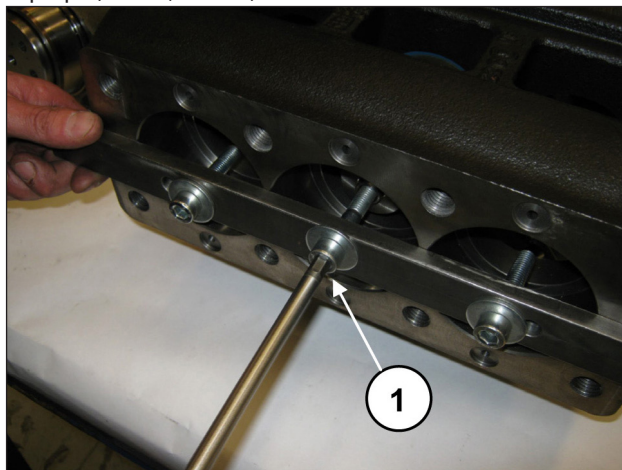
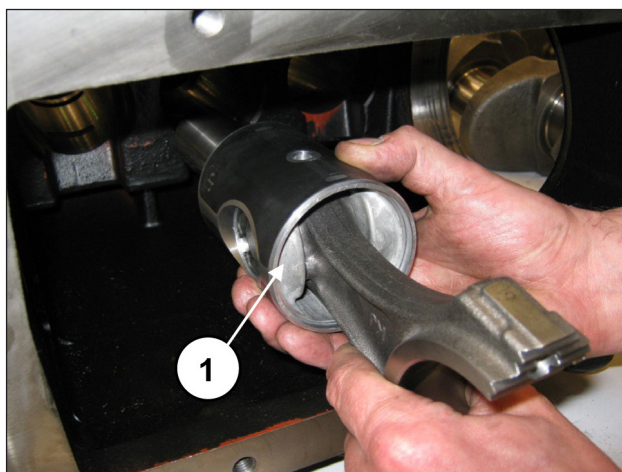

Рис. 32
Рис. 33
Открутите винты инструмента арт. 27566200, чтобы разблокировать шатуны (поз. ①, Рис. 32), а затем извлеките шатуны с направляющими поршня из заднего отверстия картера (поз. ①, Рис. 33).
Убедившись в полной чистоте картера, вставьте половинку шатуна с направляющей поршня в гильзы картера (поз. ①, Рис. 33).
Зафиксируйте все три узла с помощью специального инструмента, арт. 27566200 (поз. ①, Рис. 32).